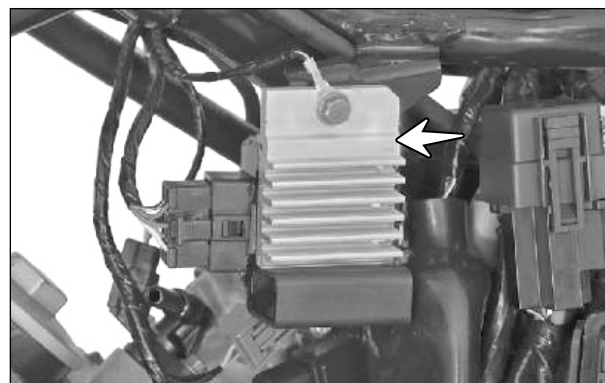

Fig. 5.41
- O regulador/retificador (seta) está instalado no lado esquerdo do chassi, abaixo do assento próximo à bateria. (Fig. 5.41)